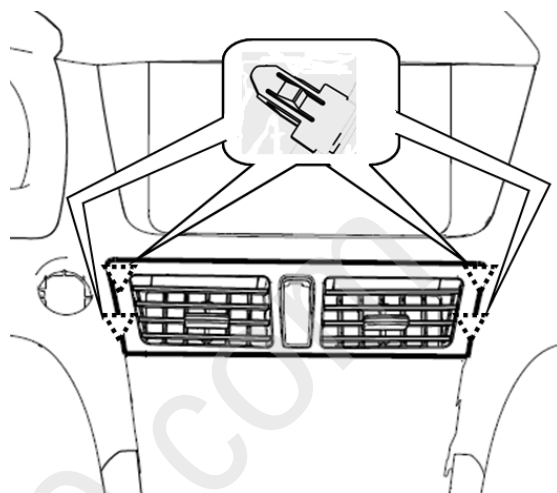

图 1.8.1 仪表板中盖板总成结构示意图
- (1) 用头部缠绕柔性胶带（或其它柔性产品）的一字螺丝刀沿仪表板中盖板总成与仪表板上本体接触边缘小心撬起一条能放得下手指的缝隙；
- (2) 用手从左右两边捏住中盖板，缓慢往上拔，直至图 1.8.1 中所示的 4 处卡脚全部拔出；
- (3) 将中盖板提起，拔掉紧急报警开关的接插件。